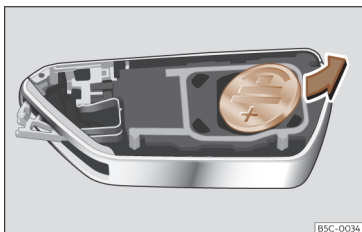

Fig. 70 Chave do veículo: remoção da pilha.
- Extraia a pilha do compartimento com um objeto fino adequado >>> Fig. 70.
- Coloque a pilha nova, pressionando-a no compartimento respetivo >>> ①.